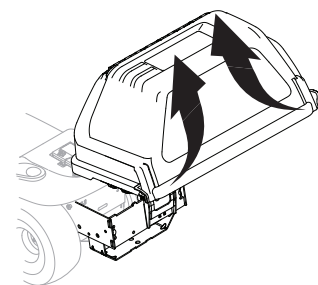

Figura 17
8. Abra la cubierta de la embolsadora oprimiendo las lengüetas y levantando la cubierta de la embolsadora superior. Consulte la Figura 17.